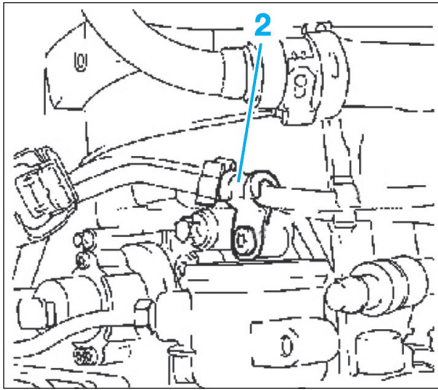

Fig. 26
- Détacher le support (2) de la conduite haute pression (Fig.26)